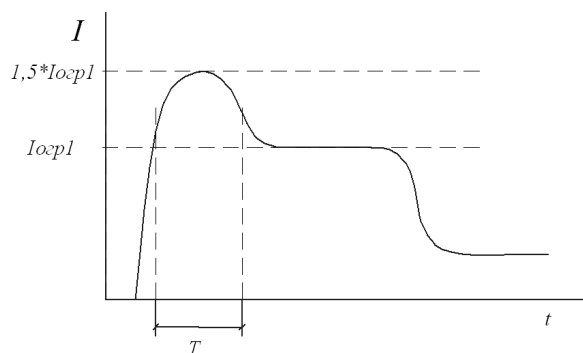

Рисунок 6 – Бросок тока (затем при пуске)
2.2.4 Бросок тока при плавном пуске (рисунок 6)